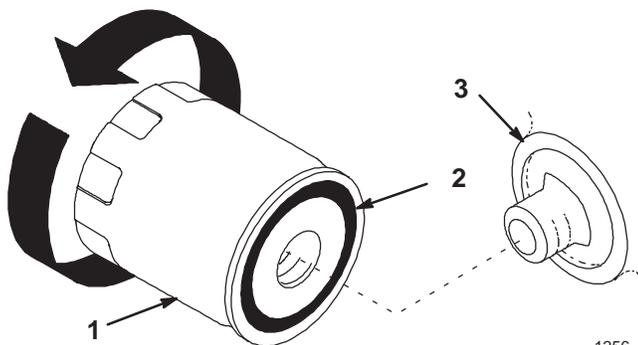

Bild 29
- Entsorgen Sie den alten Motorölfilter (Bild 29).
- Wischen Sie die Dichtungsfläche am Filteransatz ab (Bild 29).
- Ölen Sie die Gummidichtung am Austauschfilter (Bild 29) leicht mit Frischöl ein.
- Drehen Sie den Austauschfilter auf den Anbaustutzen auf. Drehen Sie den Ölfilter im Uhrzeigersinn, bis die Gummidichtung den Anbaustutzen berührt. Ziehen Sie ihn dann um eine weitere 1/2 Umdrehung fester (Bild 29).